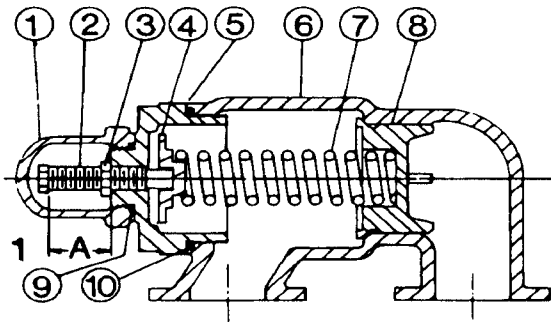

FIGURA 21
2. Misurare e registrare la lunghezza di estensione della vite di regolazione. Fare riferimento ad "A" sulla Figura 21.